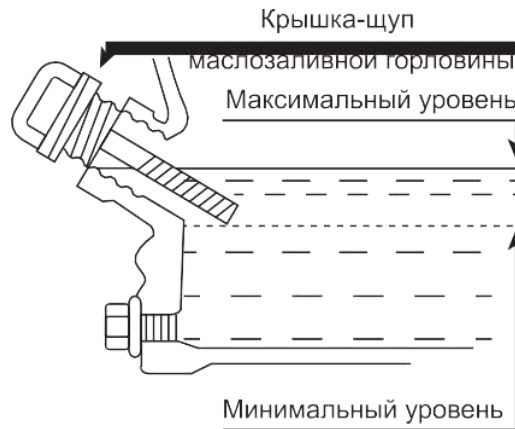

Рис.5 - Проверка уровня масла в картере
При недостаточном уровне масла в картере необходимо долить чистое масло до верхней отметки на щупе, что соответствует нижней кромке заливного отверстия (Рис. 5).
**ПРИМЕЧАНИЕ!** Максимальный уровень масла в картере соответствует нижней кромке маслозаливной горловины (Рис. 5).